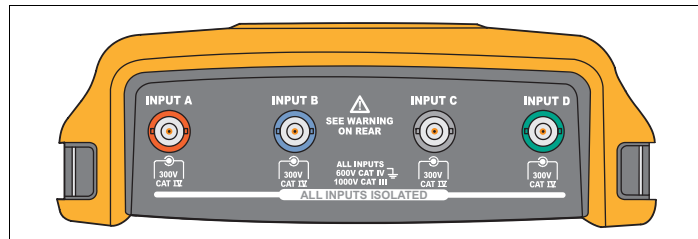

Figura 1. Conectores BNC
- Não conecte a mola terra (veja Figura 1 no *Manual do Usuário ScopeMeter Test Tool 190 Series II*) para tensões superiores a um pico de 42 V (30 Vrms) do terra.
A parte superior da ferramenta de teste tem quatro entradas de sinal BNC de segurança. Essas entradas isoladas permitem medições flutuantes independentes com cada entrada. Veja a Figura 1.